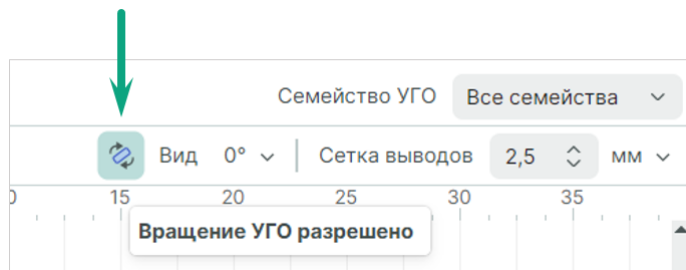

Рис. 187 Выключение запрета на поворот УГО
2. В редакторе УГО включите разрешение на поворот УГО, Рис. 187.